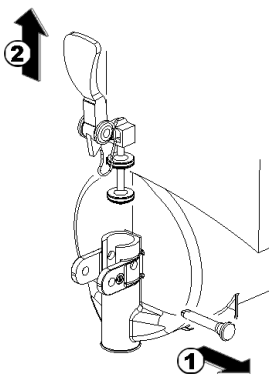

figure 12
- 5 Démontez le robinet selon la séquence indiquée (voir figure 12).
3 Remonter le robinet sur le réservoir en suivant la séquence effectuée pour le démontage en sens inverse (voir figure 12).